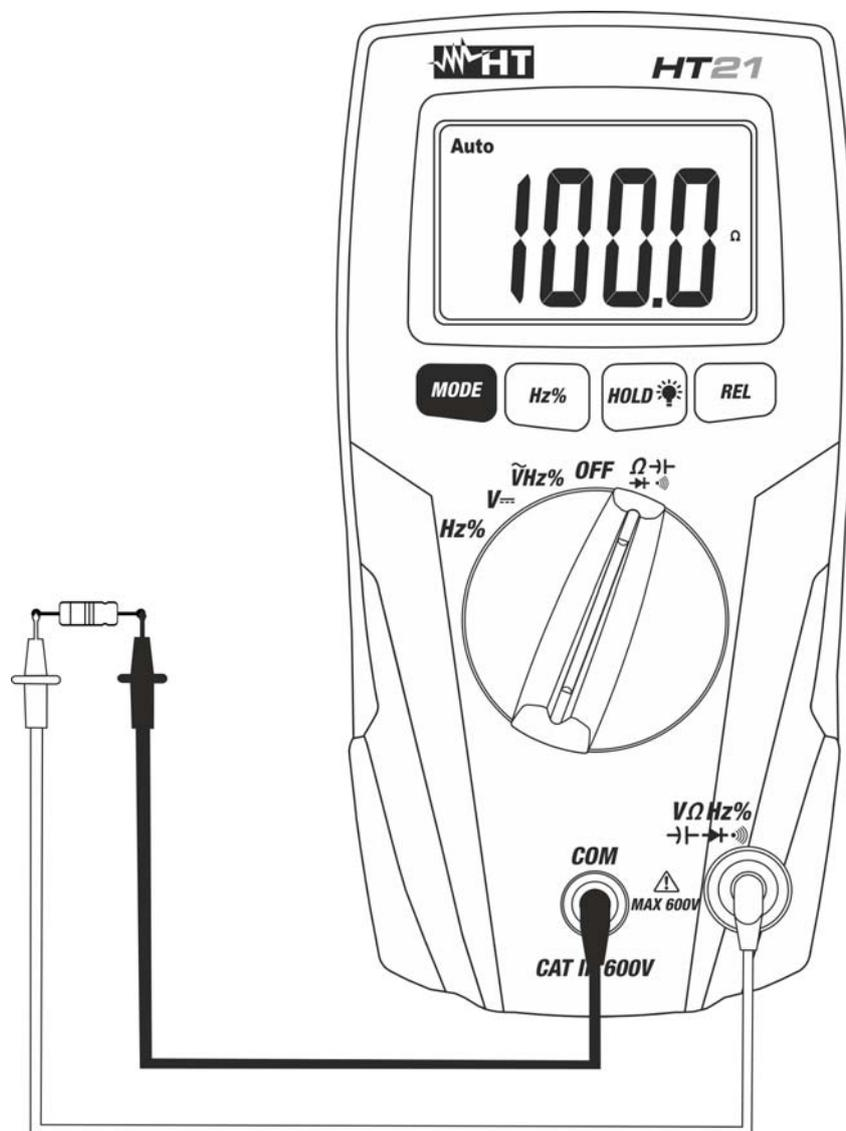

Fig. 4: Uso do instrumento para medir Resistências e Teste de Continuidade
3. Colocar as ponteiros nos pontos pretendidos do circuito em exame (ver Fig. 4). O valor da resistência é apresentado no display